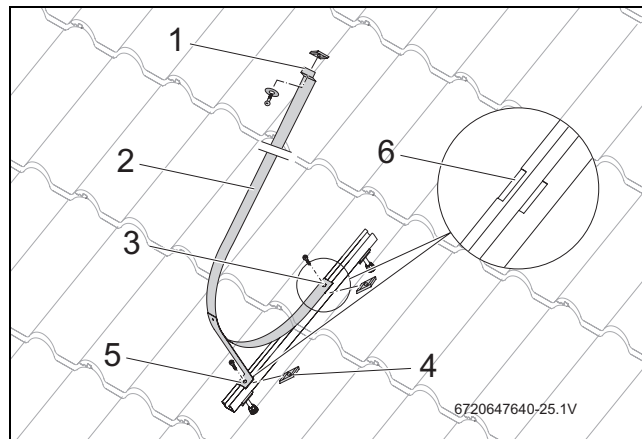

Fig. 40 Fijar la abrazadera del acumulador
- ▶ Introducir el tornillo en el extremo delantero de la abrazadera del acumulador (→ Fig. 40, [3]) y enroscar la tuerca corredera [4], hasta que se note una ligera resistencia.
- ▶ Introducir el tornillo en la escuadra de apoyo de la abrazadera del acumulador (→ Fig. 40, [5]) y enroscar la tuerca corredera hasta que se note una ligera resistencia.
- ▶ Colocar el extremo delantero de la abrazadera del acumulador en la muesca de apoyo (→ Fig. 40, [6]) y apretar el tornillo.
- ▶ Colocar la escuadra de apoyo de la abrazadera del acumulador (→ Fig. 40, [5]) en la segunda muesca de apoyo y apretar el tornillo.
- ▶ Colocar en el extremo trasero de la abrazadera del acumulador (→ Fig. 40, [1]) el tornillo, la arandela y la tuerca corredera. ¡No atornillar este extremo todavía!